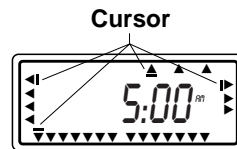

ABBILDUNG 4
- Ein Cursor erscheint während der Programmierung unter dem Pfeil für das Jahr (J), den Monat (M) und das Datum (D). [Siehe Abbildung 4]